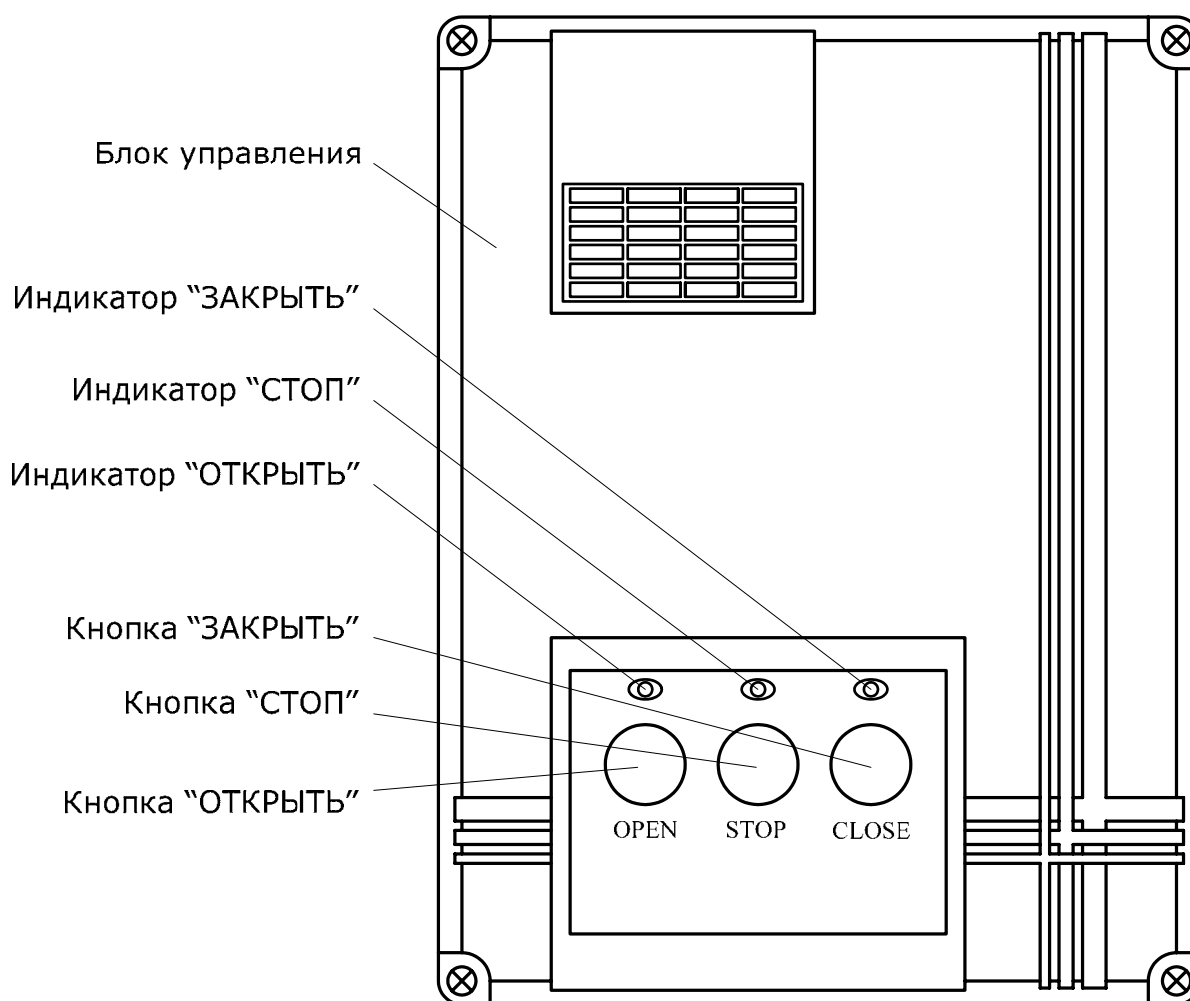

Рис. 8. Панель блока управления
- Сразу при подаче напряжения питания на панели блока управления загорится светодиод «СТОП» (Рис. 8). Если индикации нет, отключите шлагбаум и внимательно проверьте все подключения (сверьтесь с разделом «Неисправности и рекомендации по их устранению»).
- Если к шлагбауму подключены фотоэлементы, необходимо проверить приемник (RX). Если индикатор приемника не светиться или моргает, это означает, что сигнала нет или сигнал прерывается из-за неточной регулировки фотоэлементов.
Посредством панели блока управления (Рис. 8) обеспечивается индикация состояния шлагбаума и осуществляется управление шлагбаумом.